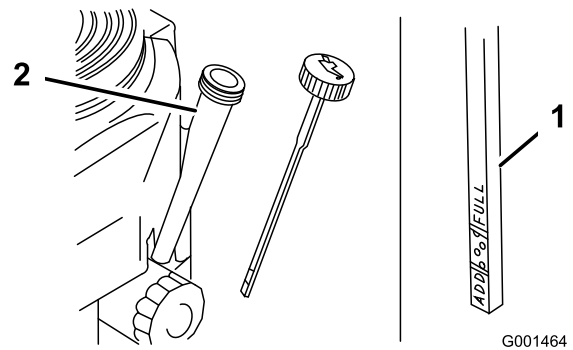

Bild 23
4. Reinigen Sie den Bereich um den Ölpeilstab (Bild 23), damit kein Schmutz in den Einfüllstutzen gelangen und den Motor beschädigen kann.
5. Schrauben Sie den Ölpeilstab heraus und wischen Sie das Metallende ab (Bild 23).
6. Schieben Sie den Ölpeilstab vollständig in den Einfüllstutzen (nicht in den Einfüllstutzen einschrauben) (Bild 23).
8. Gießen Sie ca. 80 % der angegebenen Ölmenge langsam in den Einfüllstutzen (Bild 23).